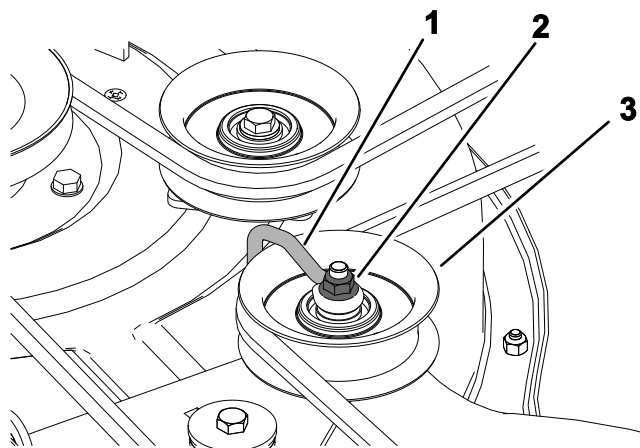

Figura 51
5. Para carcasas con 3 cuchillas, afloje la tuerca que sujeta el soporte de alambre a la polea tensora (Figura 51).
**Nota:** Coloque el soporte de alambre contra el brazo tensor, como se muestra en la Figura 51.